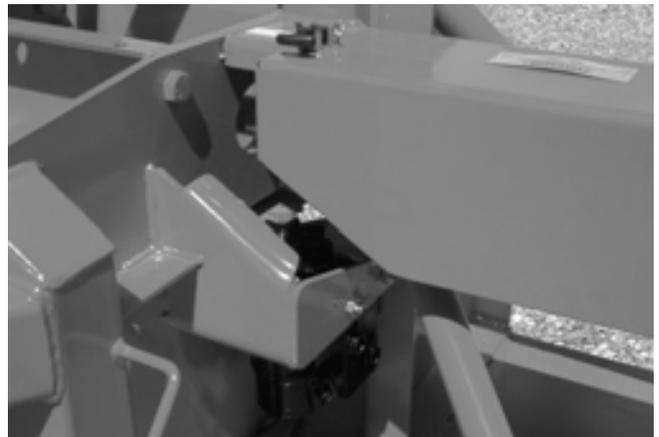

Figure 28
- 7) Refermer le protecteur (Fig. 28).